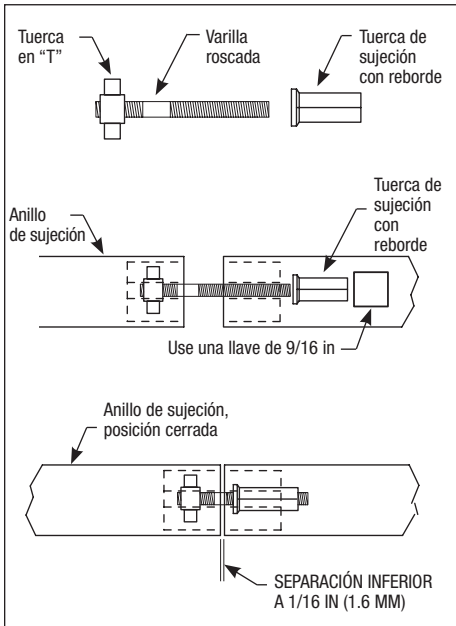

Figura 7. Conjunto del anillo de sujeción del filtro
- Apriete la tuerca con una llave de 9/16 in (14 mm) hasta que las mitades del anillo de la abrazadera se toquen entre sí o estén a una distancia máxima de 1/16 in (15 mm), tal como se ve en la Figura 7. *No apriete demasiado para evitar que la abrazadera se rompa.* Si no puede apretar como se indica, no use el filtro y llame a un técnico de servicio de inmediato.